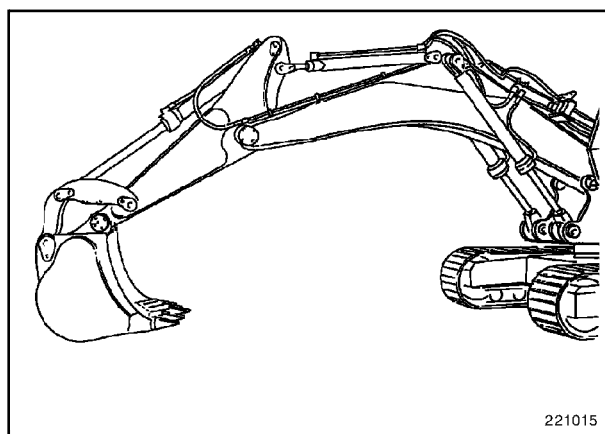

Fig. 7
- El equipo de cuchara hacia abajo está montado (Fig. 7).